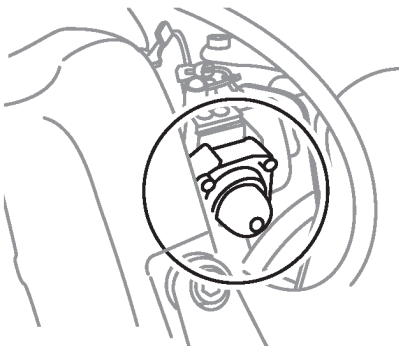

Figure 7. Purge d'amorçage
2. Système de purge du carburateur : Presser quatre fois la pompe d'amorçage ou jusqu'à ce que le carburant apparaisse dans la pompe (Figure 7).